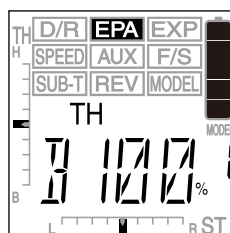

図2
- 3) ブレーキ側を設定するときは、スロットルトリガーを図2のようにブレーキMAX状態で+ INC/DEC キーで設定値を調整します。